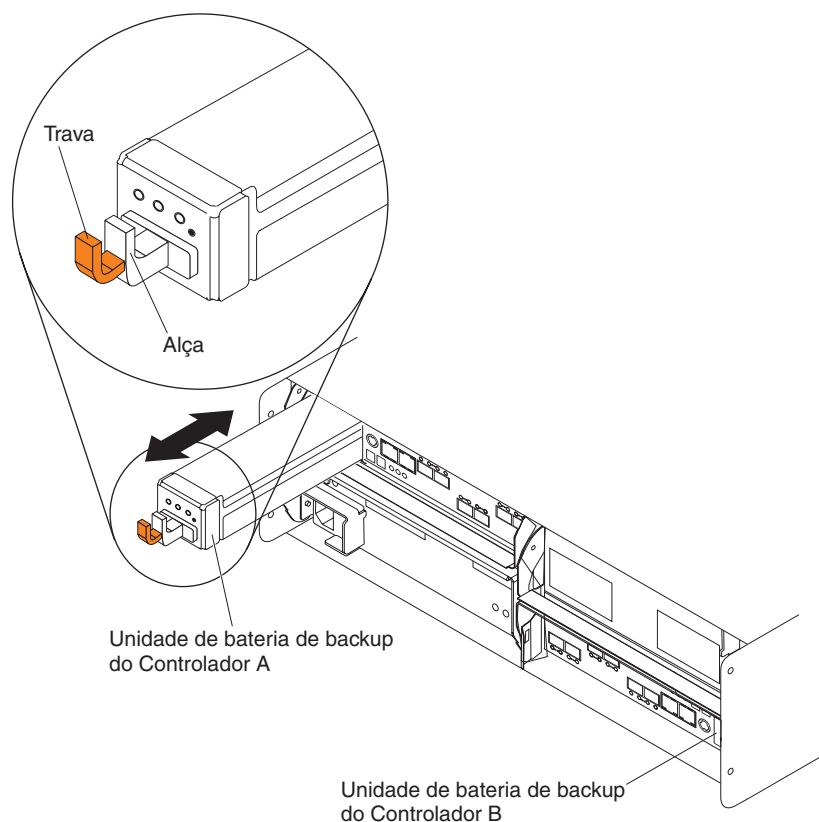

Figura 84. Removendo e Recolocando uma Unidade de Bateria do Chassi do Controlador
5. Para remover a unidade de bateria com problema do controlador RAID, pressione a trava laranja da unidade de bateria na direção do manipulador preto da bateria para destravar a bateria do chassi do DS5020 e para lentamente puxa a unidade da bateria do chassi do controlador usando o manipulador, como mostrado na Figura 84 na página 161.